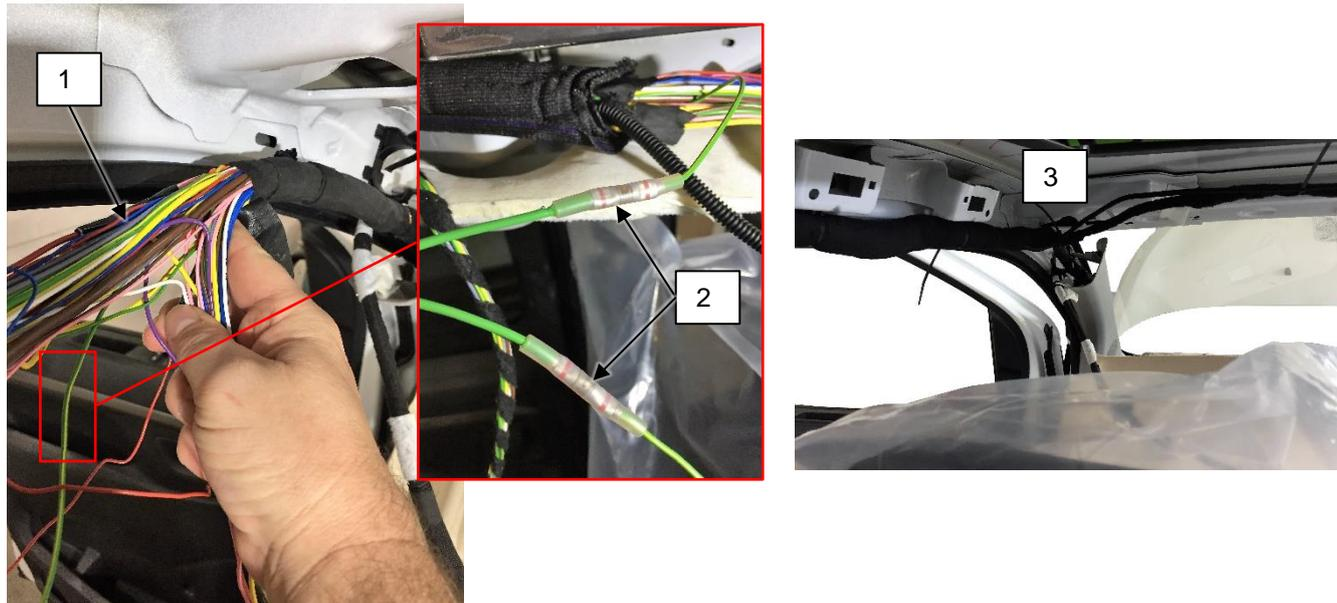

Abb. 1-1: Kabelstrangverlegung
- Kabelbaum links bis zur A-Säule unpacken (s. Abb. 1-1, 1)
- Das grün-gelbe Kabel verlängern (2)
- Kabelbaum neu einwickeln (3)
- Kabelbaum mit Kabelbindern an den Originalpunkten über der Frontscheibe und den Türen befestigen (3)